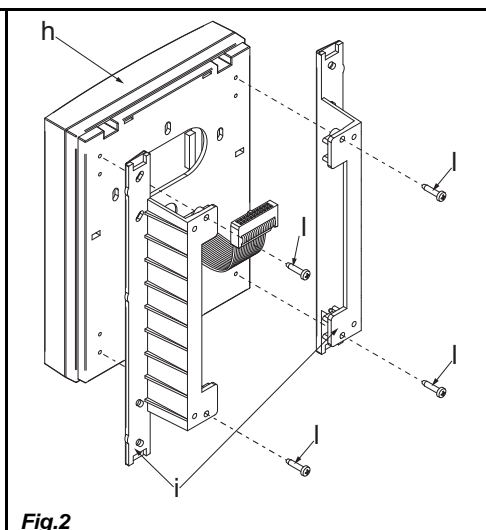

Fig.2
- Con l'ausilio degli incastrati "J" (Fig.2) agganciare il coperchio "D" alla base "A" come mostrato in figura 4 quindi spingere la parte inferiore del coperchio "D" verso la base "A" e procedere al collaudo del sistema.